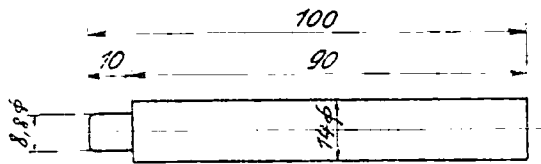

Bild 37. Maßskizze des Dornes, der bei KS-, SB- und NZ-Modellen zum Herausdrücken des Kolbenbolzens zu verwenden ist
21. Kolbenbolzen mit abgesetztem Spezialdorn lt. Bild 37 herausdrücken, Kolben abnehmen, Zylinderfufydichtung abnehmen.
- 18. Kolbenbolzen mit abgesetztem Spezialdorn lt. Bild 37 herausdrücken, Kolben abnehmen.